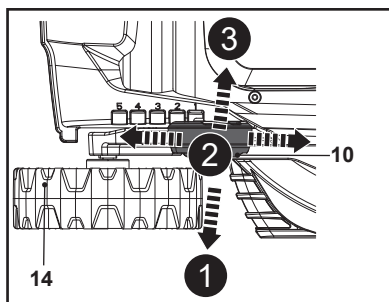

Fig. 10
1. Tirer le levier de réglage de la hauteur de coupe (10) vers la roue arrière (14) (Fig. 10, étape 1).
2. Déplacer le levier (10) vers l'avant ou vers l'arrière pour régler la hauteur de coupe (Fig. 10, étape 2).
3. Relâcher le levier (10) et s'assurer qu'il s'engage correctement dans l'encoche (Fig. 10, étape 3).